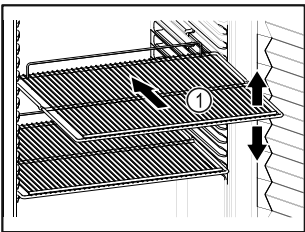

Fig. 84 Reprezentare exemplificativă
- Dacă grătarele tip poliță Fig. 84 (1) pot fi mutate, adaptați-le în funcție de înălțime.